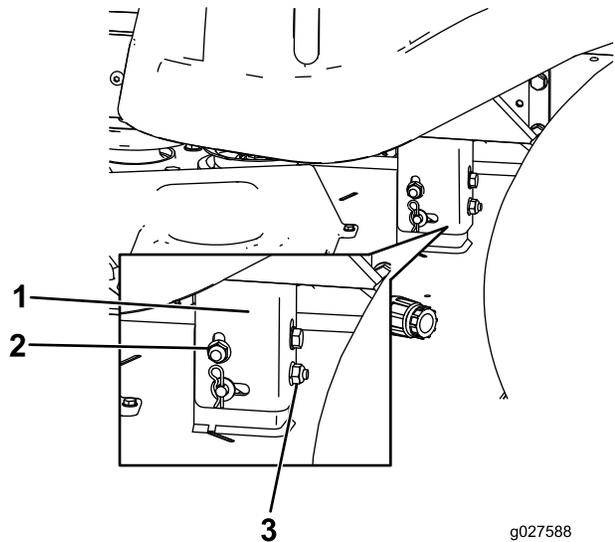

Bild 64
8. Drehen Sie die hintere Mutter, um die linke Seite des Mähwerks anzuheben oder abzusenken (Bild 64).
Hinweis: Drehen Sie die hintere Mutter nach rechts, um das Mähwerk anzuheben, oder nach links, um es abzusenken (Bild 64).